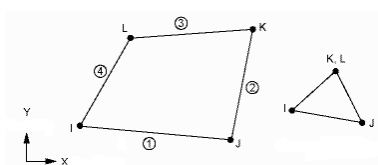

图 11-1 FLUID29 单元的几何模型
FLUID29 单元类型用于模拟流体介质和流固界面的相互作用,主要应用于声学传播和结构动力学问题。声学的二维波动方程考虑了界面上的声压力和结构运动的影响因素。FLUID29 单元的几何形状、节点位置和坐标系如图 11-1 所示。
- 2) 单元必须位于 XY 面内,如图 11-1 所示。
- 3) 单元必须有 4 个节点,三角形单元可以将节点 K 和 L 重合,如图 11-1 所示。